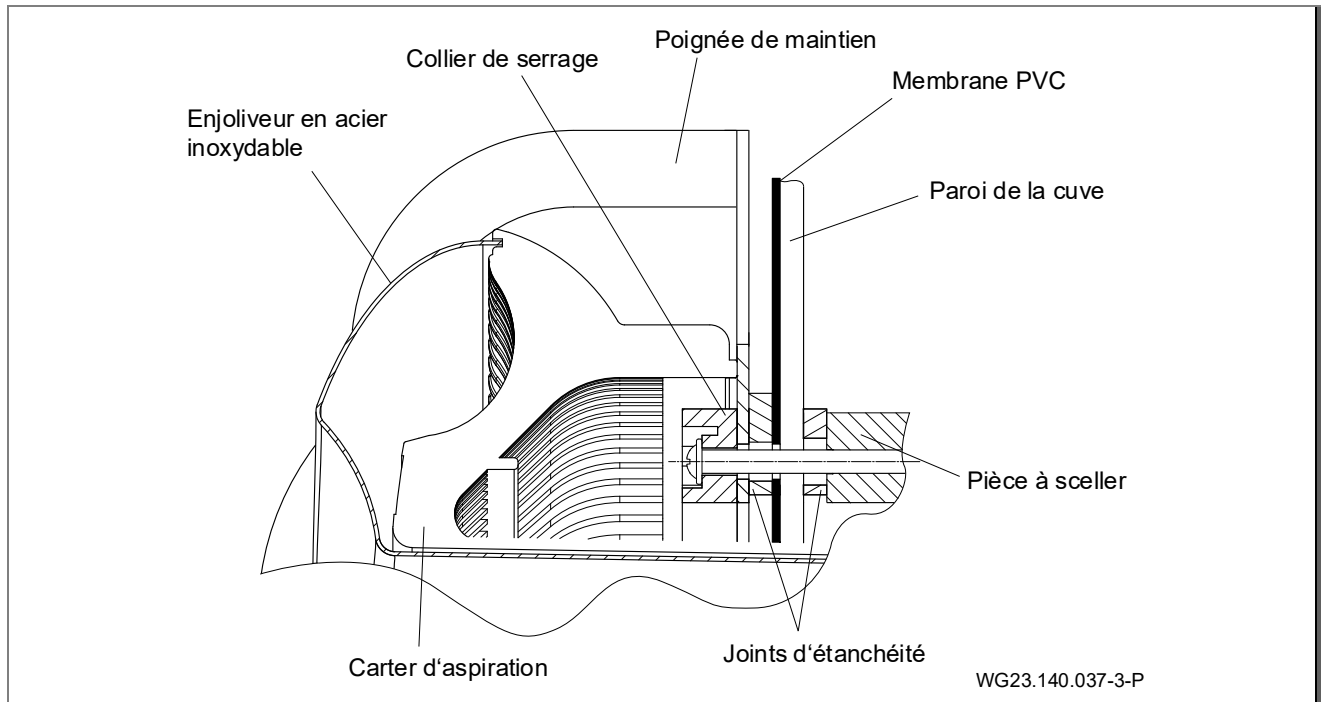
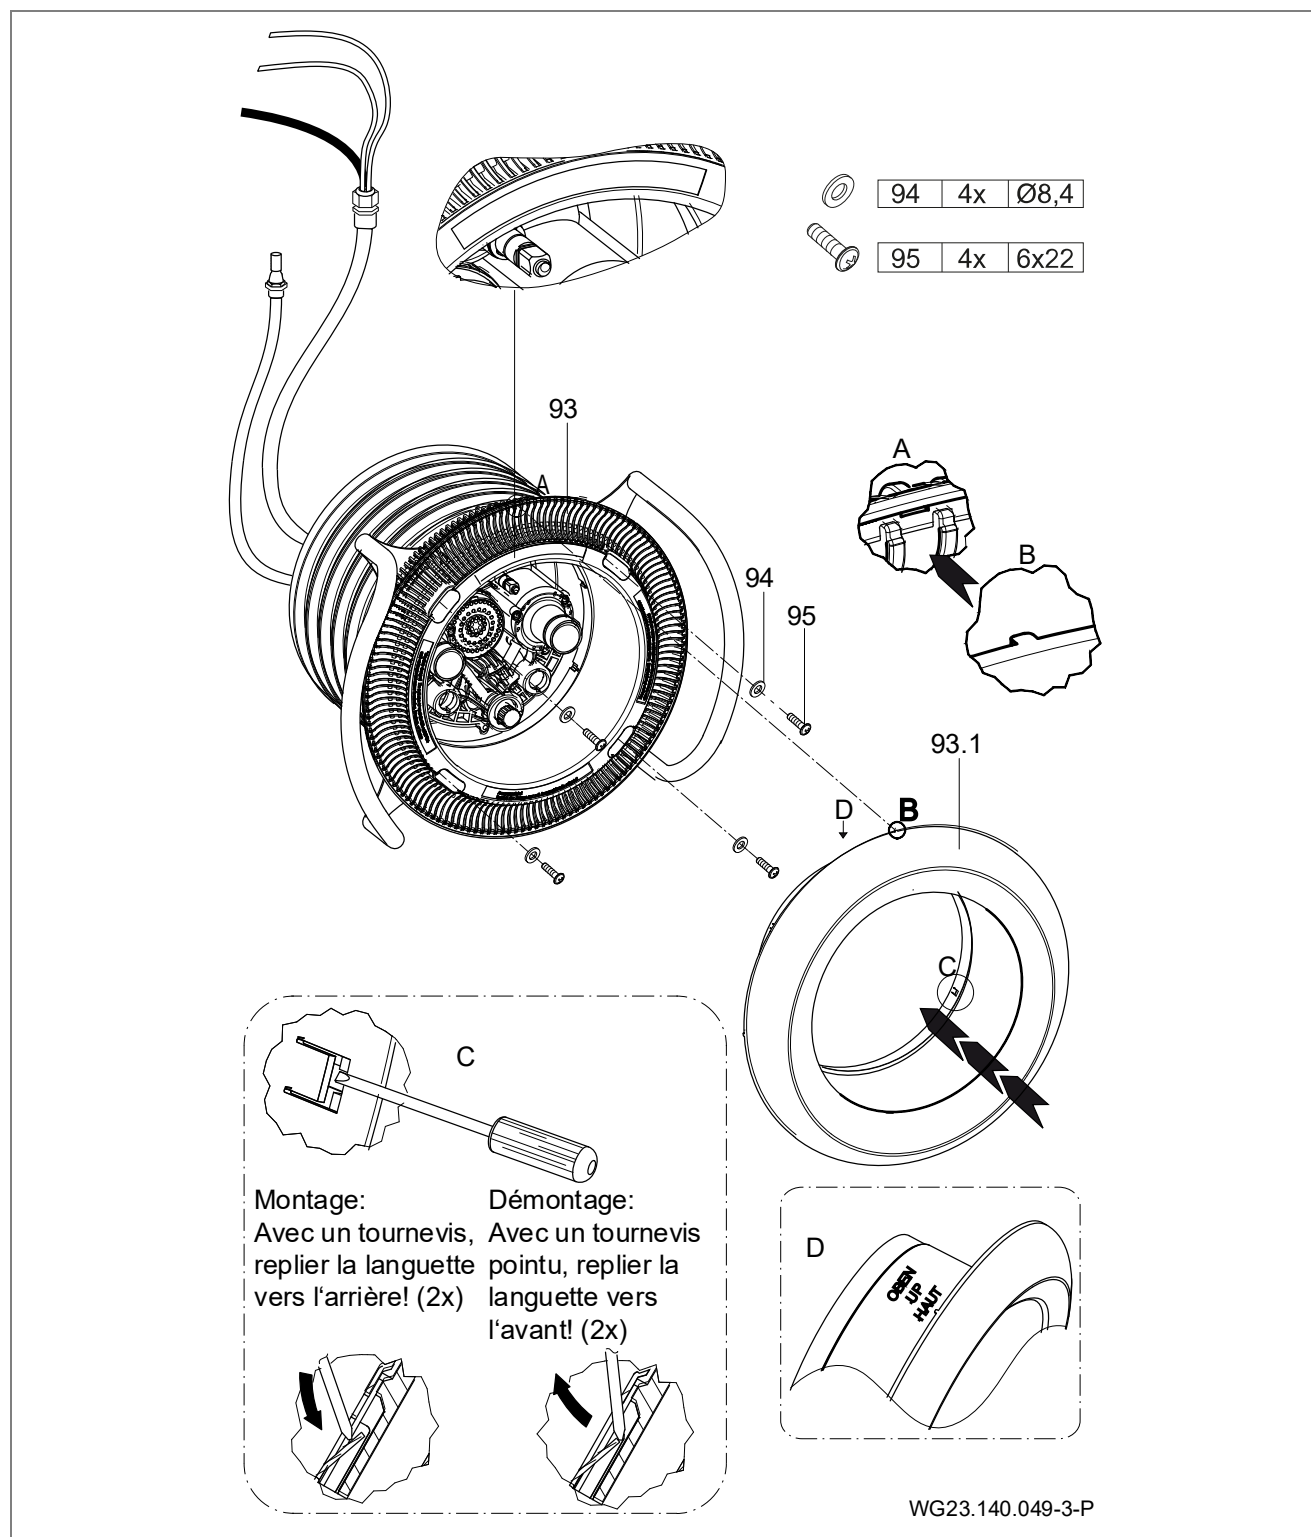

Fig. 11
Fig. 19
7. Aligner le corps de buses complet (102.1) sur la pièce à sceller (1) et fixer les dix vis auto taraudeuses préassemblées (61). (Fig. 19)
Primavera Deluxe : Enfoncer avec précaution les boutons-poussoirs piézo avec deux joints toriques montés dans le boîtier de boutons-poussoirs sur le boîtier de buses. Le cas échéant, utiliser de la vaseline. (Fig. 19)
9. Placer le carter d'aspiration (93) sur le collier de serrage (28) et le fixer avec quatre rondelles (94) et quatre vis auto taraudeuses (95) (Fig. 11). (Fig. 19)